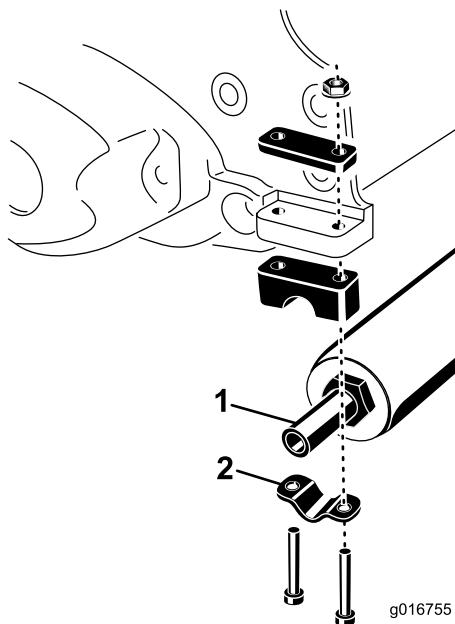

Figura 1
- Rimuovete le 2 viti a testa cilindrica e i 2 dadi che fissano gli attacchi a cavallotto del rullo a ciascuna estremità dell'apparato di taglio (Figura 1). Staccate il rullo.